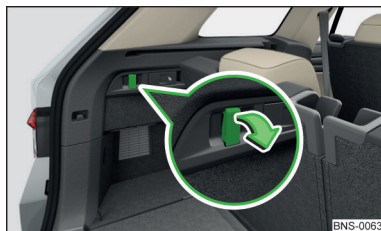

Fig. 147
- Para el **uso**, desplegar el gancho en el sentido de la flecha » fig. 147.